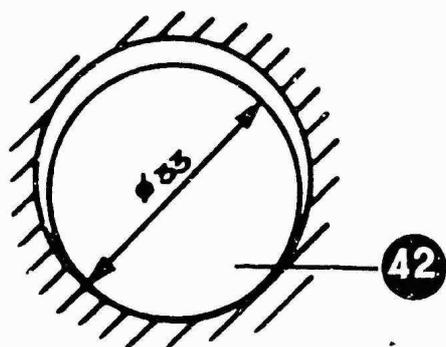
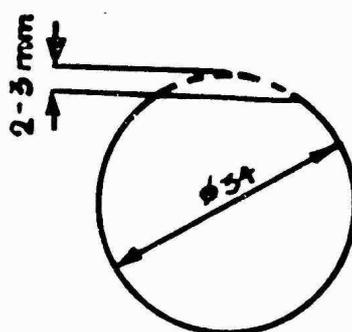

Figure 8
Figure 9
A 33 mm de diamètre, le disque de papier-filtre (42) est d'une taille à ne pas recouvrir entièrement le fond du boîtier. Il y reste un vide sous forme de croissant (voir fig. 8). Si l'on utilisait des disques ayant un diamètre recouvrant le fond entier du boîtier, un segment de cercle devrait être découpé (voir fig. 9).